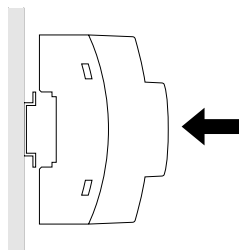

Fig. 12-2: Montage GeniAx Netztransformator auf Tragschiene
- Netzteil GeniAx Netztransformator auf eine 35-mm-Tragschiene nach EN 60715 aufrasten (Fig. 12-2).